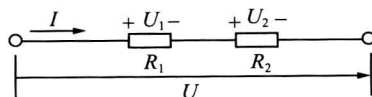

图 1-5 电阻的串联
(2)电阻的连接。电阻的串联：在电路中，几个电阻依次首尾相接并且中间没有分支的连接方式称为电阻的串联，如图 1-5 所示。